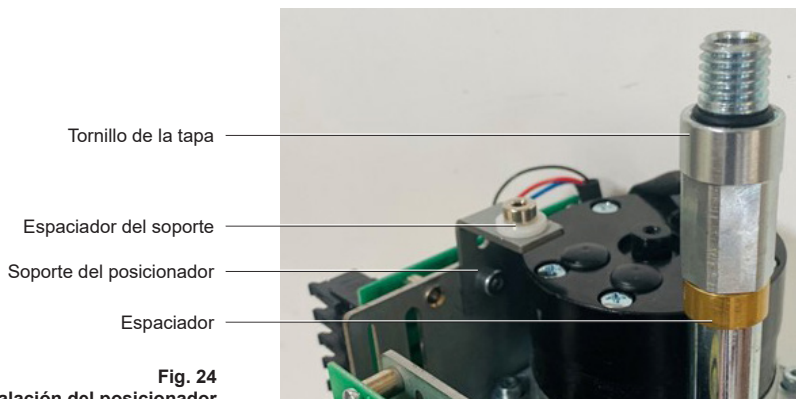

Fig. 24
- Fije el soporte del posicionador a la placa base principal con el pasador incluido (Fig. 24)